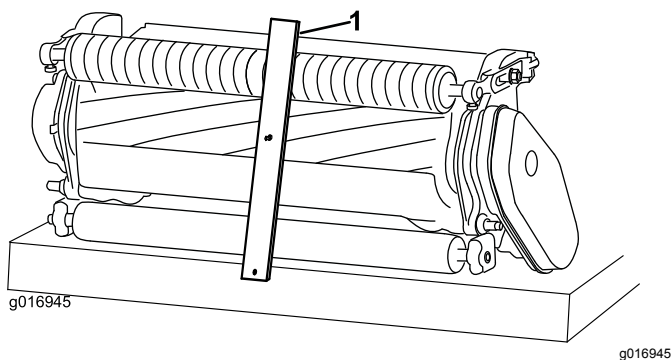

Рисунок 15
2. Зацепите головку винта мерной планки регулировки высоты скашивания за правую сторону режущей кромки неподвижного ножа и приложите задний конец планки к задней части валика (**Рисунок 15**).